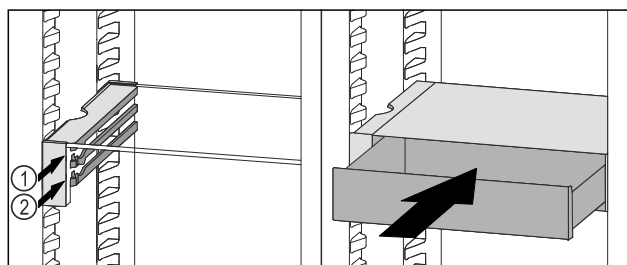

Fig. 106
- ▶ Zásuvku VarioSafe nasadte za zarážkami na požadovanom rebre Fig. 106 (1) alebo Fig. 106 (2).